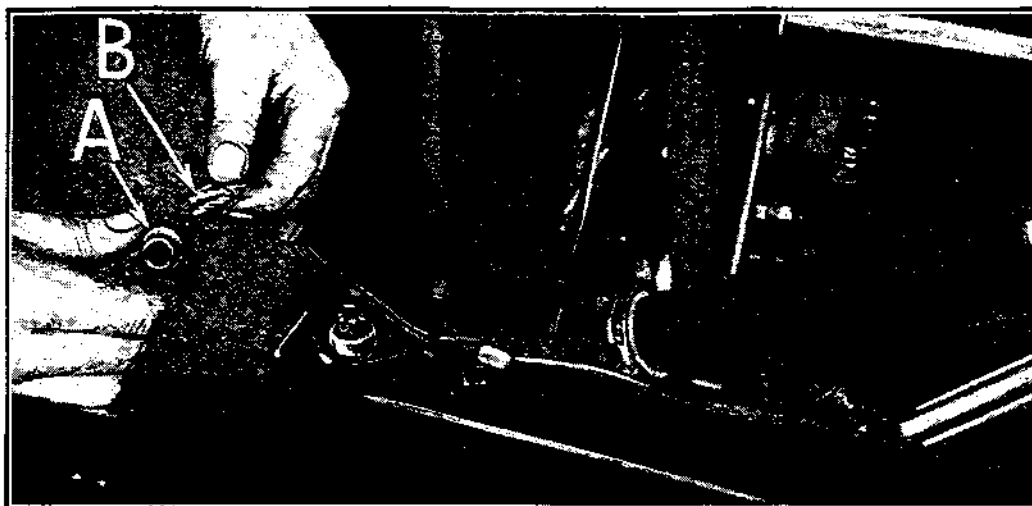

Fig. 111
- a) Passer les passages de câbles (voir A, fig. 111) sur les extrémités des câbles de phares B et les faire glisser le long des câbles.